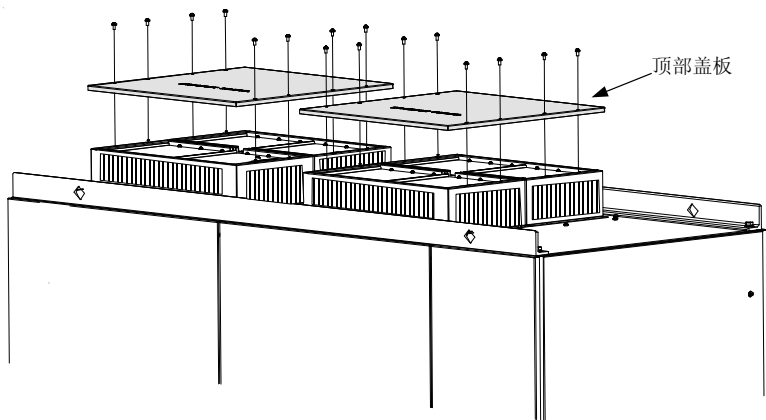

图 4-12 拆除逆变器风扇上部盖板示意图
- 1) 拆除逆变器风扇上部盖板，一共拆除 16 个 M6 组合螺钉如图 4-12；